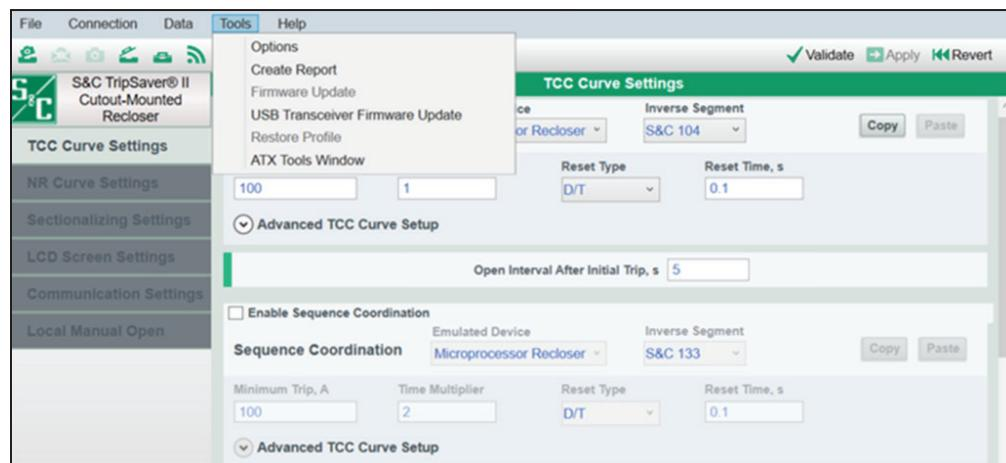

Figura 7. Item de menu de Atualização de Firmware do Transceptor USB sob o menu Ferramentas.
**PASSO 2.** Selecione **Tools>USB Transceiver Firmware Update** (Ferramentas>Atualização do Firmware de Transceptor USB) no menu **Principal**. Ver Figura 7.